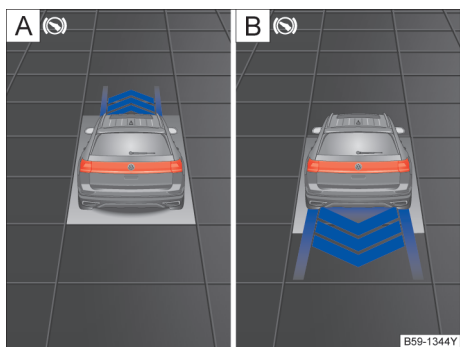

图 169 在组合仪表显示屏中：要求转换行驶方向
- 如果在组合仪表中显示转换行驶方向，则制动并切换到相应的挡位→ 图 169。